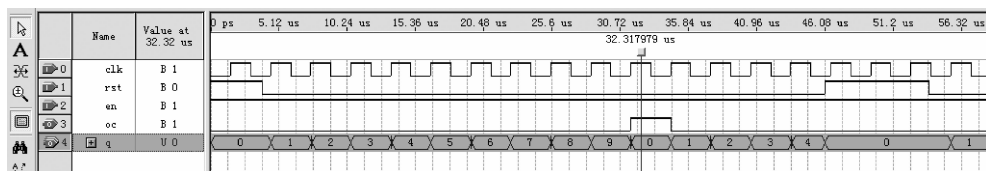

图 3-47 计数器仿真输出波形图
(8) 启动仿真器。所有设置完毕, 在选择主菜单 Processing→Start Simulation, 或者单击 Quartus II 工具栏上的  按钮, 开始仿真, 直到出现“Simulator Was Successful”, 仿真结束。
(9) 观察仿真结果。仿真波形文件 Simulation Waveforms 窗口通常会自动弹出, 如图 3-47 所示。